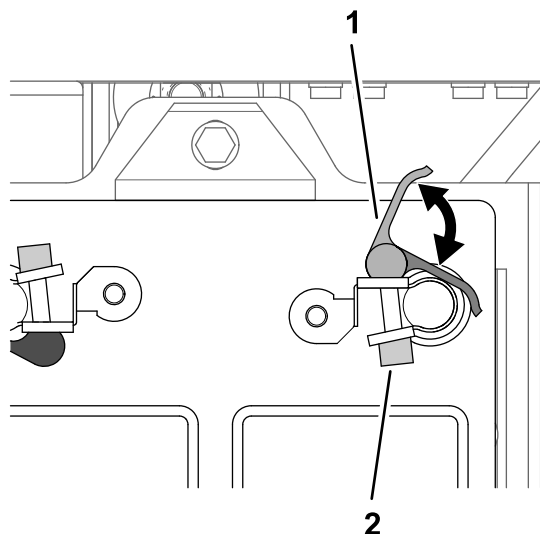

Рисунок 234
4. Закройте ручку защелки быстроразъемного зажима (Рисунок 234).